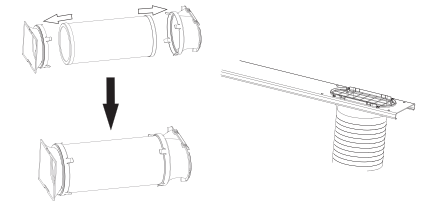

Рис. 4
- Распрямите гибкий воздуховод, установите выпускное и выбросные сопла (рис. 4).